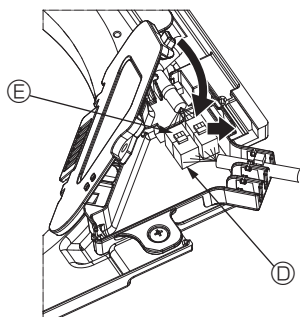

Fig. 5-10
- 3 После размещения проводов в коннекторную коробку закройте крышку коробки. Убедитесь, что вы не зажали провода. (Fig. 5-10) Закрывая крышку коннекторной коробки, сдвиньте крышку в направлении, указанном стрелкой, и убедитесь, что выступ надежно вставлен.